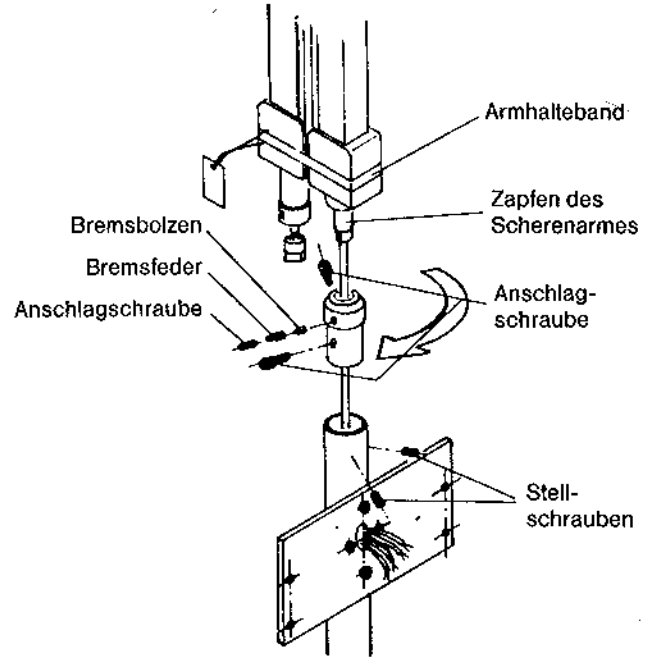
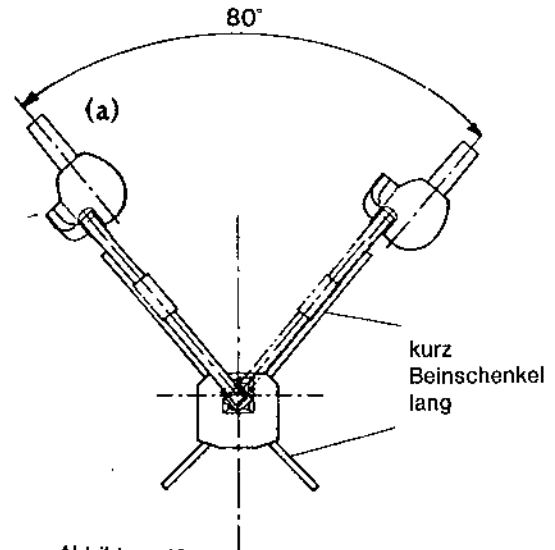

Abbildung 18
Abbildung 19
1. Montageplatte auf das Zugriffsloch in der Säule an der Seite mit den kurzen Beinschenkeln setzen. Aus dem Zugriffsloch kommt die 3-polige Netzzuleitung. Montageplatte mit 2 Schrauben über und unter dem Zugriffsloch befestigen. Siehe Abbildung 18.
3. Bremsbolzen, Bremsfeder und Bremsschraube in das obere Gewindeloch in der Buchse montieren. Schraube nicht ganz festziehen. (Abbildung 18)
5. Armsystem mit Buchse von oben in die Säule stecken, das Kabel muß durch das Zugrißloch seitlich aus der Säule herausgezogen werden. (Abbildung 18)
6. Das Armsystem in Position (a) gemäß Abbildung 19 halten und die Buchse nach rechts gemäß Pfeilrichtung in Abb. 18 bis zum Anschlag drehen.
8. Der Schwenkbereich des Armsystems muß mit dem in Abbildung 19 angegebenen Bereich übereinstimmen.